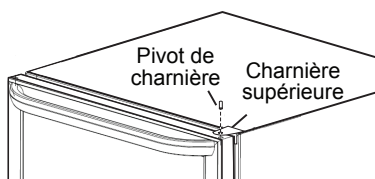

Figure 1
1. À l'aide d'un tournevis à tête hexagonale, retirer la charnière supérieure de droite de la porte. (Voir Figure 1.)